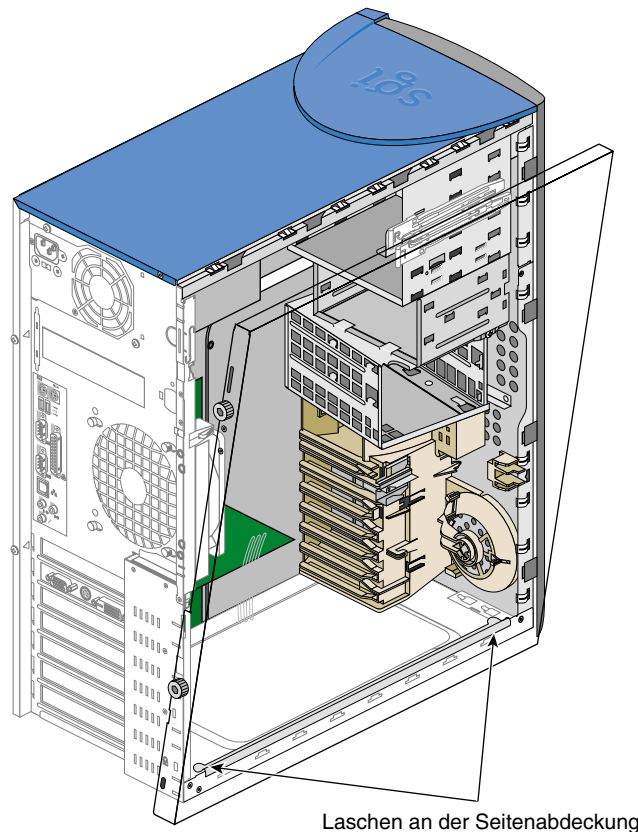

Abbildung 2-32 Einsetzen der Seitenabdeckung in die untere Gehäuseschiene
- Schieben Sie die Seitenabdeckung in Richtung auf die Rückseite des Gehäuses, bis die hintere Lasche an die Rückseite des Gehäuses stößt und sich die Seitenabdeckung nicht weiterschieben lässt. Abbildung 2-32 veranschaulicht das Vorgehen.